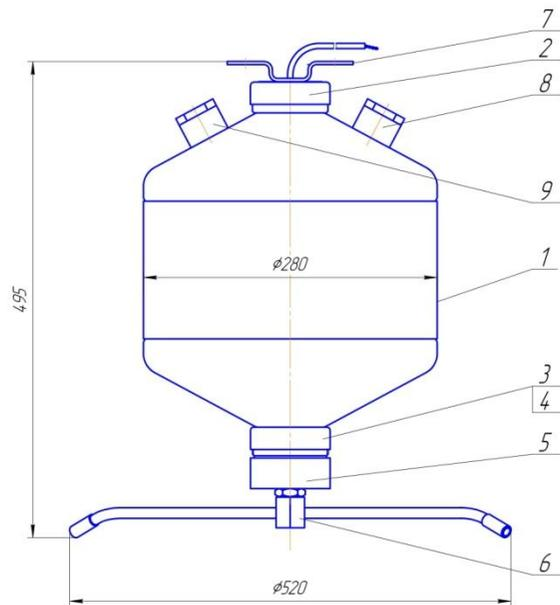

Рис.1
3.1 Общий вид МУПТВ «ТРВ Ураган-13» представлен на рис.1